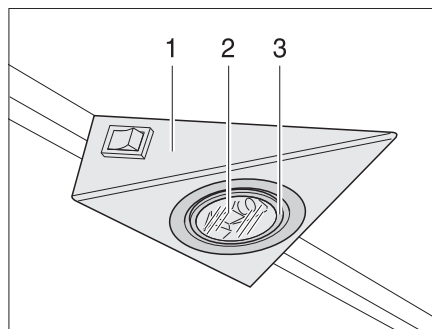
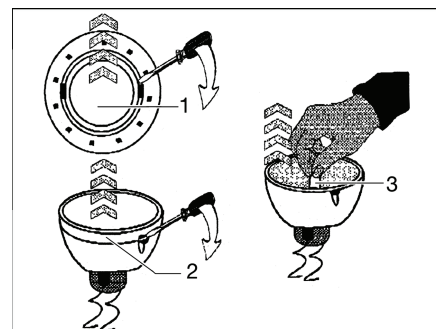

Bild 166 Halogeneinbauleuchte
Bild 167 Halogenlampe wechseln
Die Halogeneinbauleuchte ist in einem Gehäuse (Bild 166,1) versenkt eingebaut.
- Inneren Abdeckring (Bild 166,3 bzw. Bild 167,1) mit einem geeigneten flachen Werkzeug (z. B. Schraubendreher) vom Gehäuse lösen.
- Abdeckring mit der Glasscheibe (Bild 166,2) abnehmen.
- Halogenlampe (Bild 167,2) entfernen.